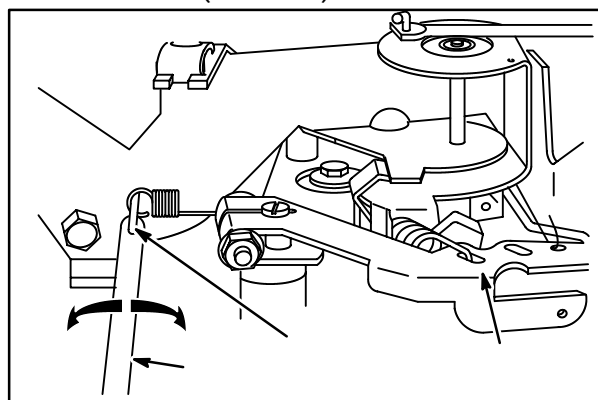

Fig. 35
A mola do regulador está instalada no orifício 1 na alavanca do regulador (3), Fig. 35.